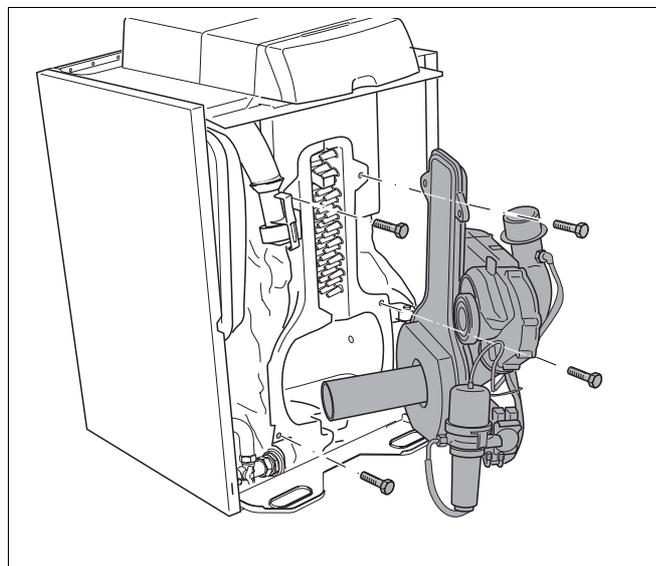

Fig. 51 Apertura della porta del bruciatore
- Svitare le viti a testa esagonale della porta del bruciatore e aprirla (fig. 51).